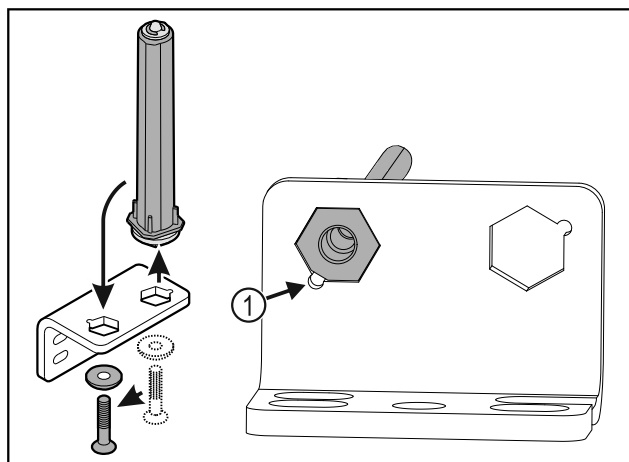

Fig. 28
- Dbejte, aby při vsazování ukazovalo zešikmení čepu Fig. 28 (1) ke kulatému otvoru.